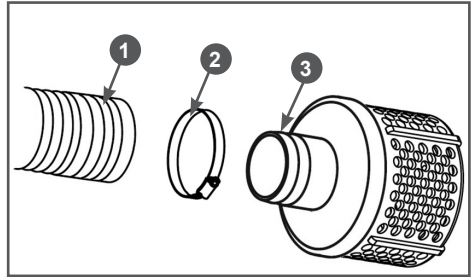

Рис. 13 Установка всасывающего фильтра
5. Наденьте до упора всасывающий рукав 1 на патрубок 3 всасывающего фильтра и зафиксируйте его хомутом 2 (Рис. 13).